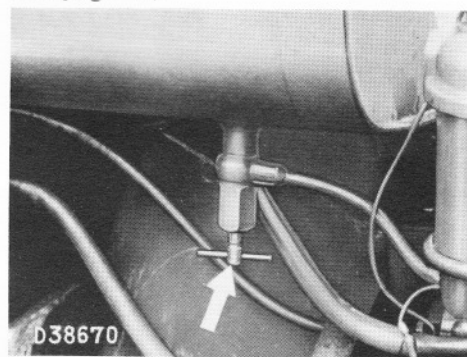

Figure 9 : Robinet d'arrêt de combustible
5. Le robinet d'arrêt (fig. 9) doit être complètement ouvert. Ne fermez le robinet d'arrêt que pour le nettoyage du filtre à combustible et avant un arrêt de travail de plusieurs jours.